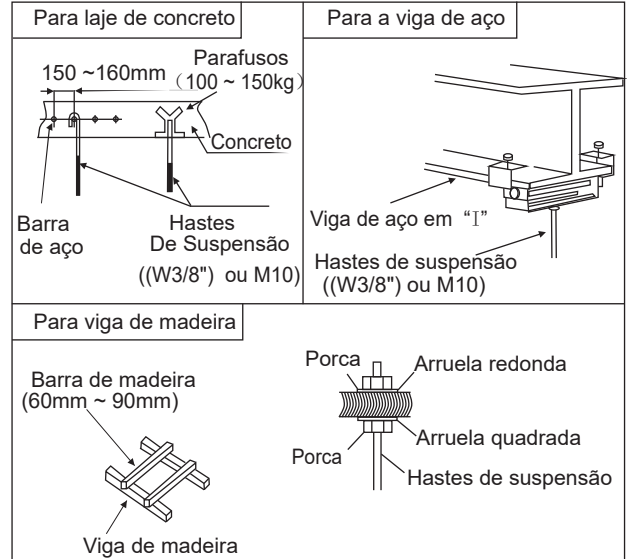

Fig. 4.5.2.a Fixação das hastes de suspensão
- (1) Considere cuidadosamente a direção do tubo, a fiação e o acesso para manutenção e escolha a direção e o local adequados para a instalação.
- (2) Instale as hastes de suspensão conforme mostrado na Fig. 4.5.2.a abaixo.